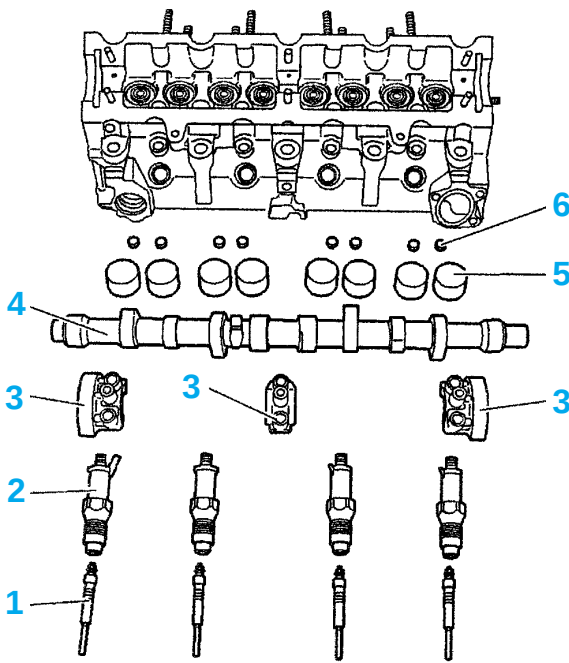

fig. 80
- les bougies de préchauffage (1) (fig. 80)
- les injecteurs diesel (2)